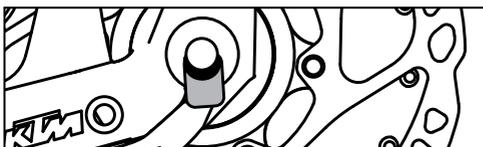

Abb. 1
1. Führen Sie die Hinterradachse in die beiden Ausfallenden ein und beachten Sie, dass die Bremsscheibe zwischen den Bremsbelägen eingefädelt werden muss. Stellen Sie dabei sicher, dass die auf der Motorachse sitzenden Abflachungen (Drehmomentstützen) links und rechts richtig (nach unten) positioniert werden (Abb.1).
3. Ziehen Sie die Haltemuttern der Hinterradachse (A) mit 40Nm = sehr Fest (Drehmomentschlüssel) an.
4. **System mit Unterrohrakku:** Stecken Sie die Kabelverbindungen (B) am Motor ein, platzieren Sie die Stecker zwischen den Führungsprofilen (C) und fixieren Sie diese mit dem lösbaren Kabelbinder (D).
- System mit Trägerakku:** Stecken Sie die Kabelverbindungen (B) am Motor ein, verlegen Sie das Kabel entlang des Hohlprofils des Gepäckträgers nach oben und fixieren Sie dieses mit dem lösbaren Kabelbinder (D).
5. Bringen Sie den Neoprensenschutz (E) wieder über den Steckverbindungen an.